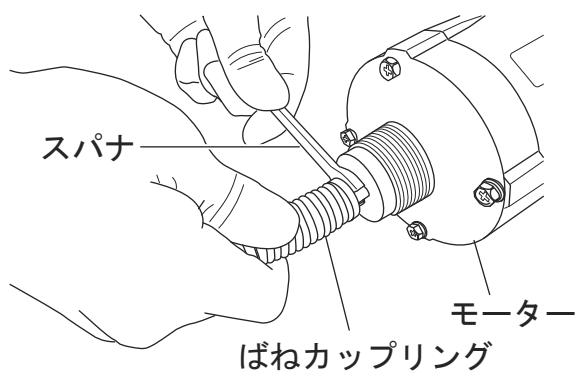

図4
- モーターに取付られているばねカップリングを外す。(図4)
- モーターにばねカップリングを取り付ける。(図4)